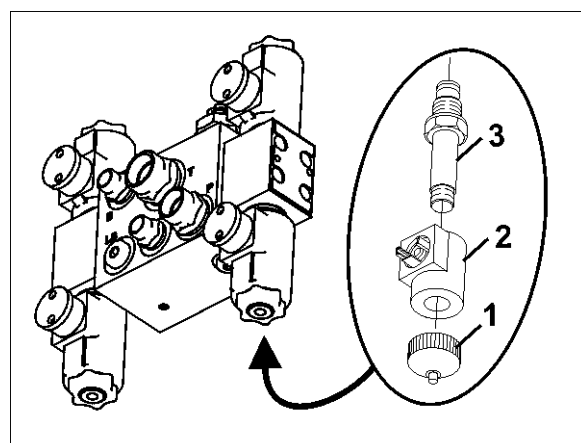

図 131
1. マグネットキャップ (1) を回して外します。
2. マグネットコイル (2) を取り外します。
3. バルブロッド (図 131/3) をバルブ座と共に回して外し、圧縮空気または油圧オイルで清掃します。